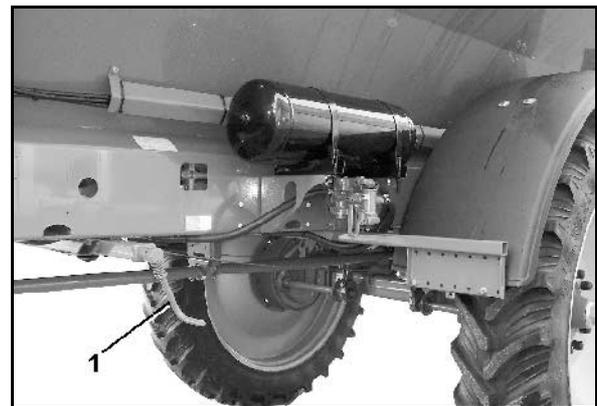
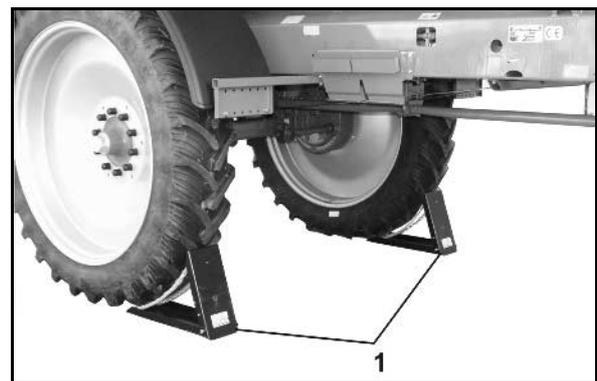

Рис. 43
Рис. 44
10. Отпустите стояночный тормоз (Рис. 43/1) и/или уберите противооткатные упоры для колес (Рис. 44/1).